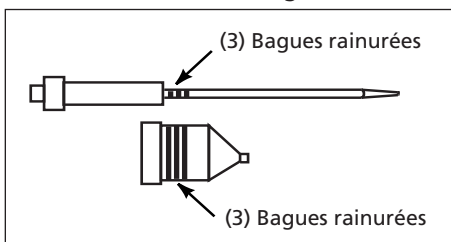

Figure 3 - Nécessaire d'aiguille et buse universelle
3. L'aiguille et l'embout pour matériel tout usage ont 3 rainures circulaires, comme montré à la figure 3.